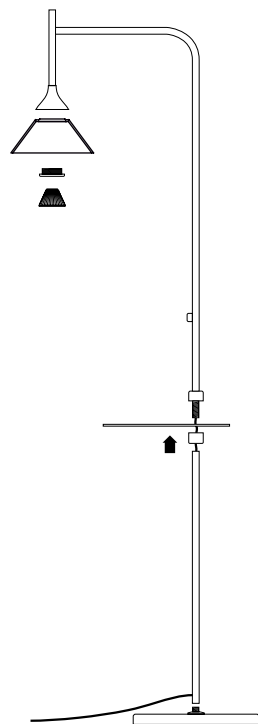

Рис. 2. Установка и подключение светильника
- 3.4. Наденьте столик-полку на стойку, как показано на рис. 2. Зафиксируйте шайбой Гровера и гайкой.